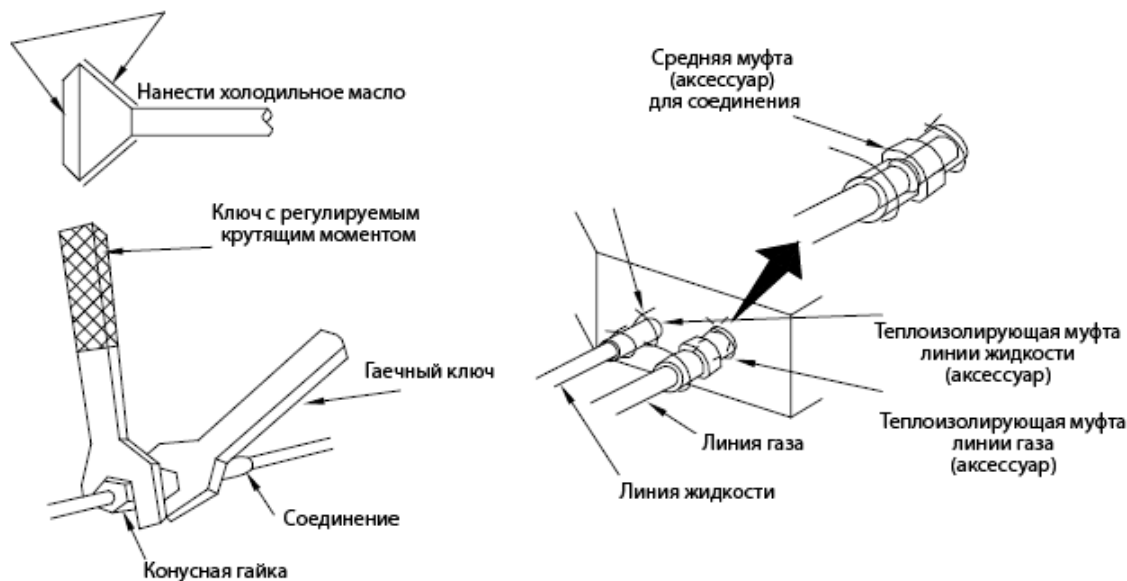

Рис. 5
- ♦ При подключении труб фреоновых к блоку необходимо использовать гаечный ключ и динамометрический ключ (см. рис. 5).
- ♦ Осмотреть соединительную трубку на предмет повреждений, затем изолировать (см. рис. 5)